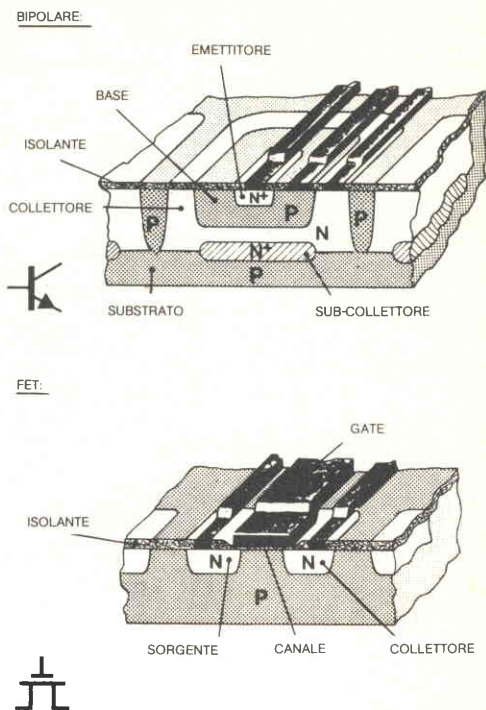

Fig. 4 - Sezioni di transistori bipolari e FET.
- Se si osservano le sezioni di un transistor bipolare e di un FET (*fig. 4*), si rileva